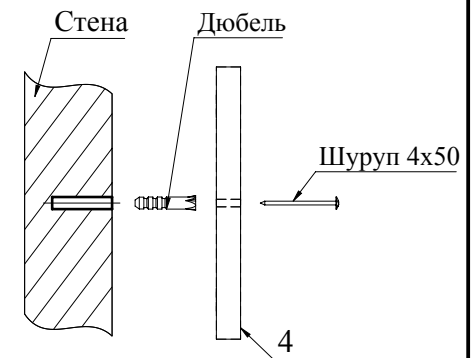

Рис.7
9. Для исключения опрокидывания в изделии предусмотрено крепление к стене. С помощью карандаша и рулетки разметьте стену. Просверлите четыре отверстия под дюбель. Через отверстия в детали 4 закрепите шкаф под обувь к стене при помощи шурупов 4x50 (Рис. 7).